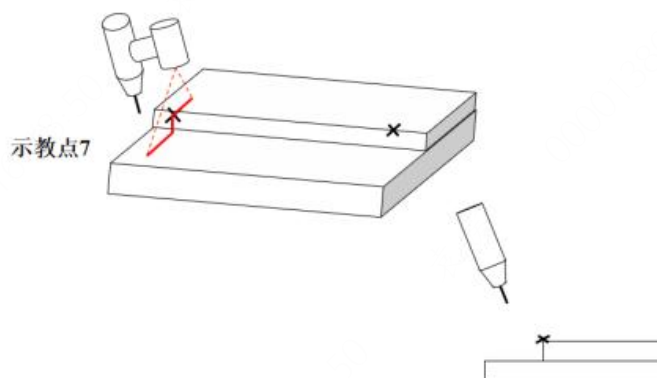

图 3-57 激光器十点法标定姿态 7
(6) 返回示教点 3，在 X、Y、Z 方向移动一定距离，并围绕 TCP 的 Y 轴和 Z 轴旋转+5 到+10 度，使得激光线与参考点 1 重合，激光线的中心位于焊缝结合线的左侧，记录示教点 7，如图 3-57 所示。